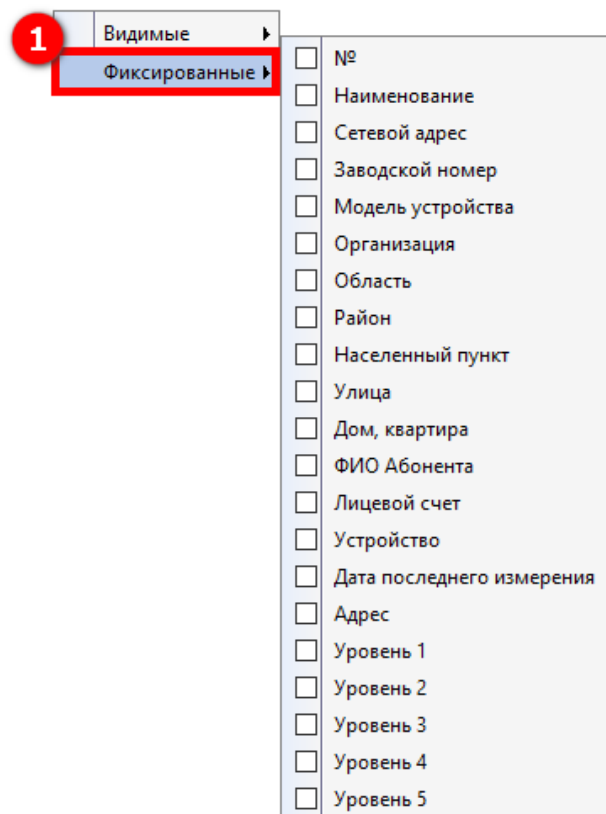

Рисунок 104 – Контекстное меню фиксированных столбцов таблицы
При выборе **Фиксированные** (1) (см. рисунок 104) соответствующими отметками можно выбрать столбцы, которые будут закреплены в левой части таблицы для удобства просмотра данных.